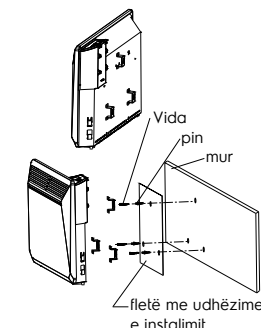

Fig. 4
- Nxirrni kllapën e murit nga konvektori: shtypni kapëset dhe tërhiqni kllapën drejt jush duke shtypur poshtë në dy kapës (fig. 4).